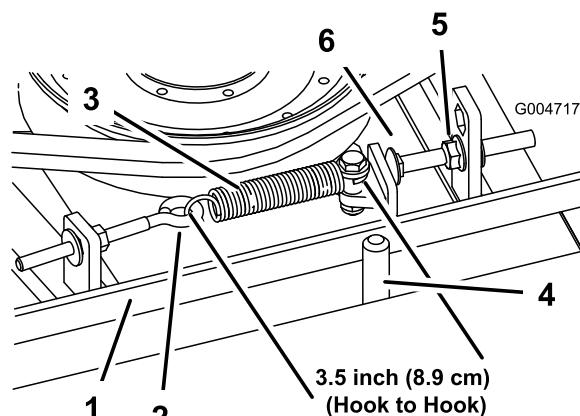

Figura 64
6 mm (misura interna). Quando la tensione della molla è giusta, regolate il bullone di arresto (bullone a testa tonda) fino ad ottenere un gioco di 3 mm + 1,5/-0 mm tra la testa del bullone ed il braccio di rinvio (Figura 64).
Nota: Verificate che la cinghia si trovi dal lato molla del guidacinghia (Figura 64).
2. Allentate il bullone ad occhio per consentire la rimozione della molla di prolunga (Figura 64).
3. Allentate il dado flangiato che fissa il bullone di arresto alla linguetta di montaggio. Allentate il dado quanto basta per consentire al braccio di rinvio di oltrepassare il bullone di arresto (Figura 64). Allontanate la puleggia tendicinghia dalla cinghia in modo da allentare la tensione della cinghia.
- Ricollegate la molla di prolunga (Figura 64) al bullone ad occhio e tendete la cinghia come segue: